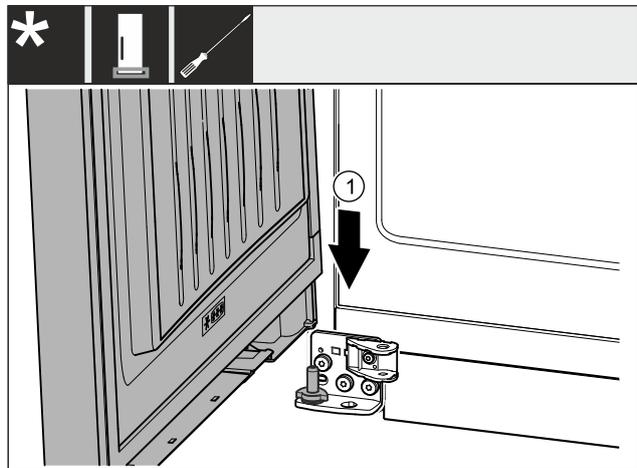

Fig. 30
- ▶ Stavite vrata odozgo na donji svornjak ležaja. Fig. 30 (1)